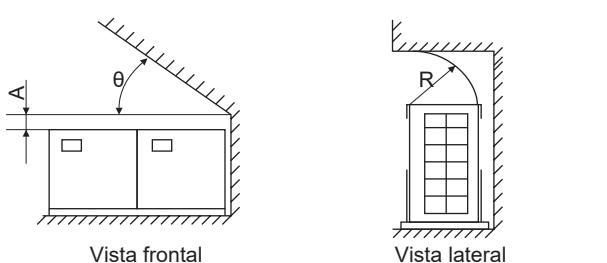

Fig. 3.15 Barreira por cima da unidade exterior
7) Se existirem barreiras acima da unidade exterior, ver Fig. 3.15